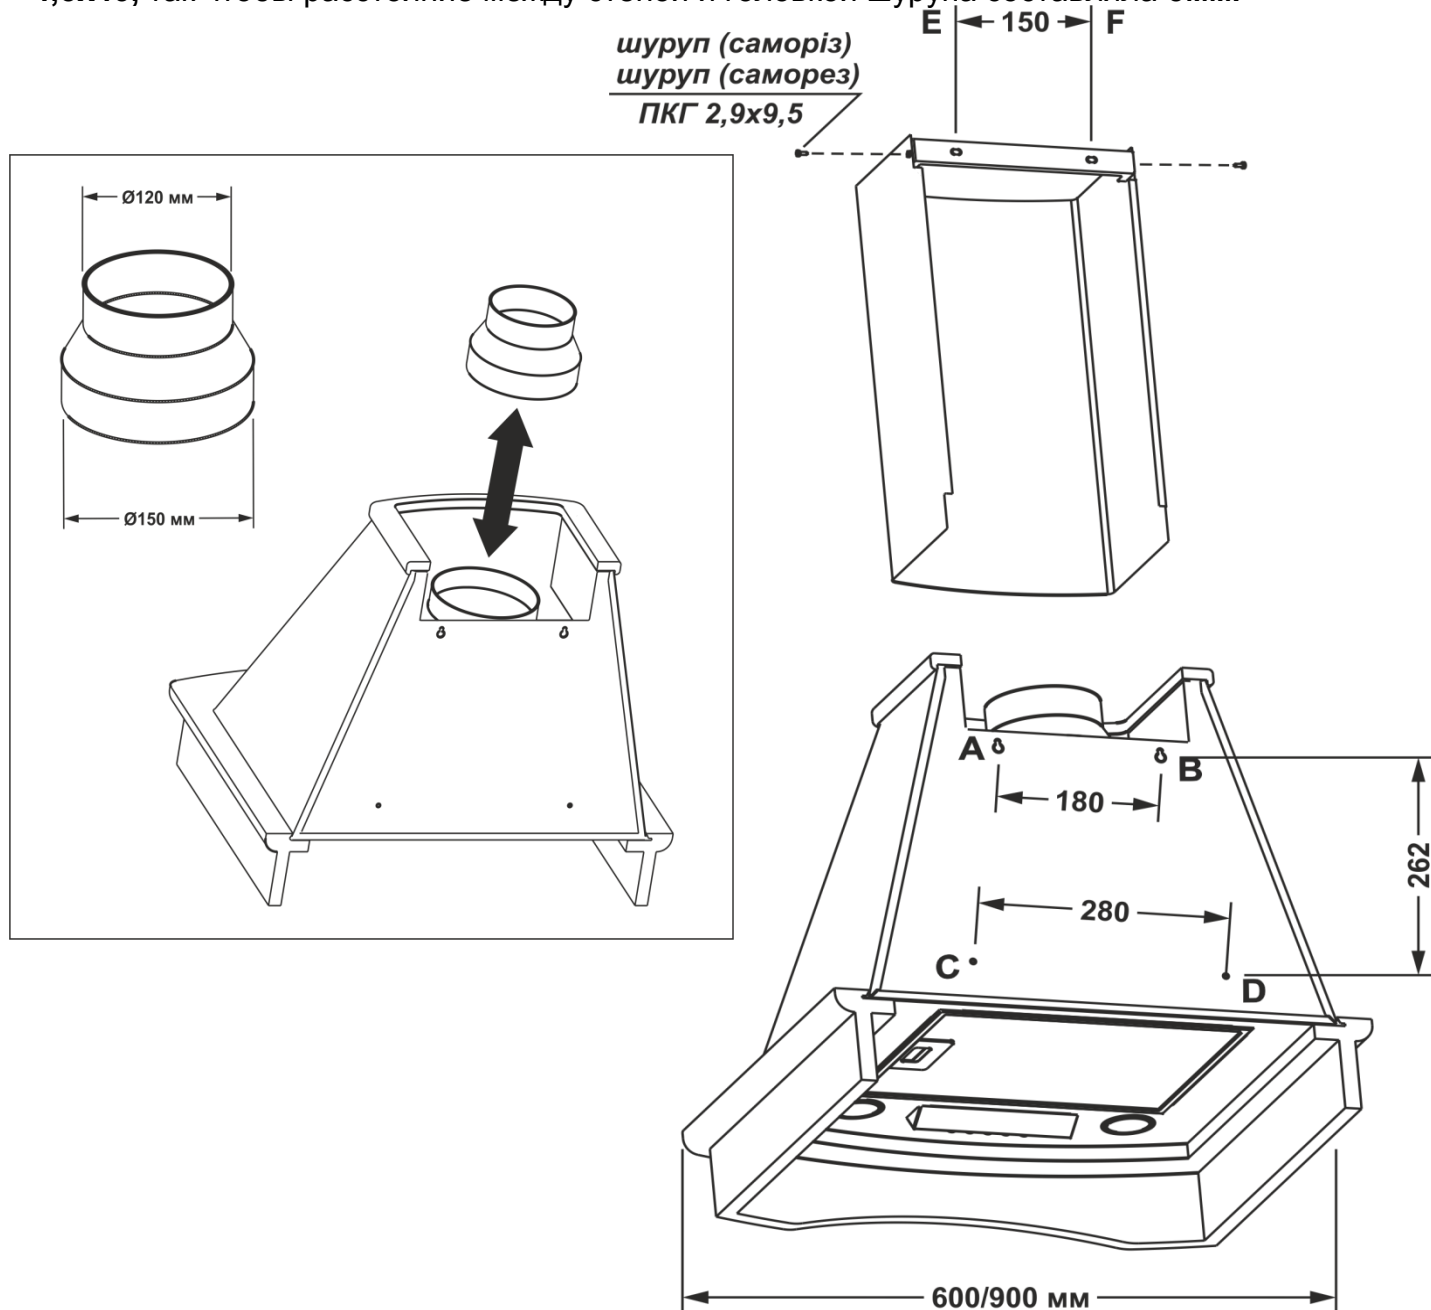

Рис.4
6.3 Проведите разметку крепежных отверстий корпуса на стене кухни. Для этого изготовьте бумажный шаблон с координатами 4-х отверстий на задней стенке корпуса (точки А, В, С, D); приложите шаблон к стене на необходимой установочной высоте, указанной ранее, и выровняйте по уровню (рис.4).
6.8 Вставьте кожух дымохода в нишу корпуса так, чтобы он закрывал воздуховод вентиляции, и разметьте по пазам планки кожуха **2 отверстия под крепления (т. Е, F)**_(рис.4).
6.11 Установите кожух в нишу корпуса, совместите с планкой кожуха и соедините их с боков **2-ма шурупами (саморезами) ПКГ 2,9х9,5 (рис.4)**.